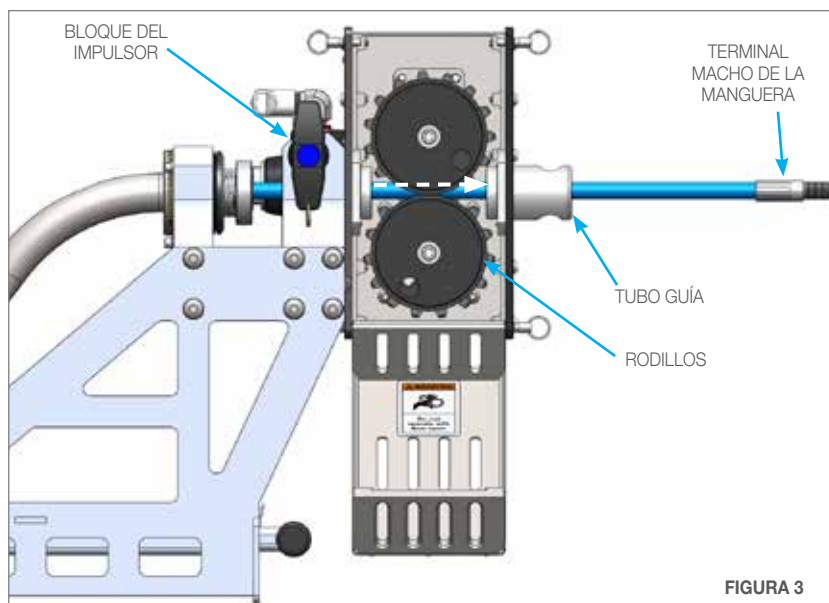

FIGURA 3
- Con los rodillos separados, haga pasar la manguera por el bloque del impulsor, los rodillos y el tubo guía. Asegúrese de pasar una longitud de manguera suficiente para que atraviese toda la embocadura. **(Figura 3)**
3. Enrosque el tubo de embocadura roscado BOP 084 en el acople de levas BOP 085 a la altura de la terminal de la BOP 090 Embocadura. **(Figura 3)**
3. Afloje la palanca ajustable que hay en la abrazadera articulada BOP 070 para acceder a los 4 tornillos Allen. Localice el lado del bloque con mordaza BOP 030 que tiene 4 orificios roscados. Oriente la abrazadera articulada de modo que la articulación quede en el lado derecho. Fije la abrazadera articulada al bloque con mordaza mediante los 4 tornillos Allen. **(Figura 3)**